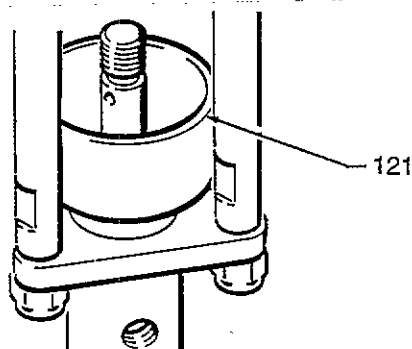

Fig. 3
Remplir la coupelle (121) de la pompe de refoulement au 1/3 de liquide de lubrification Graco (TSL) ou de solvant agréé afin d'éviter que le produit ne sèche sur la tige de piston ou n'endommage les joints. Se reporter à Fig. 3.